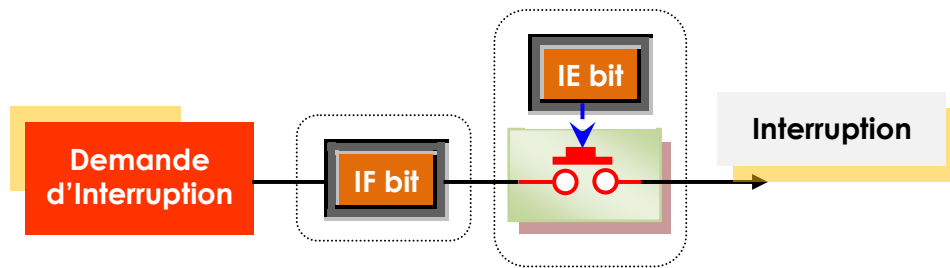

Figure 2.28 : Mécanisme matériel d'une interruption.
- ✓ Le registre **INTCON** en lecture écriture permet de configurer les différentes sources d'interruption dans le cas du PIC 16F84. Le PIC16F84 possède **4** sources d'interruption, illustrées dans le tableau ci-dessous. A chaque interruption sont associés deux bits schématisés par la figure 2.28.